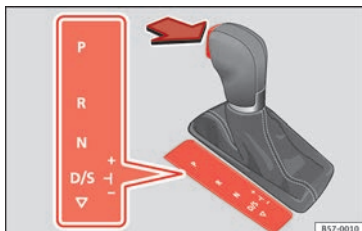

Fig. 181 Bloqueo de la palanca selectora.
- Pise el pedal de freno y, a la vez, mantenga pulsada la tecla de bloqueo en el sentido que indica la flecha » **fig. 181**.